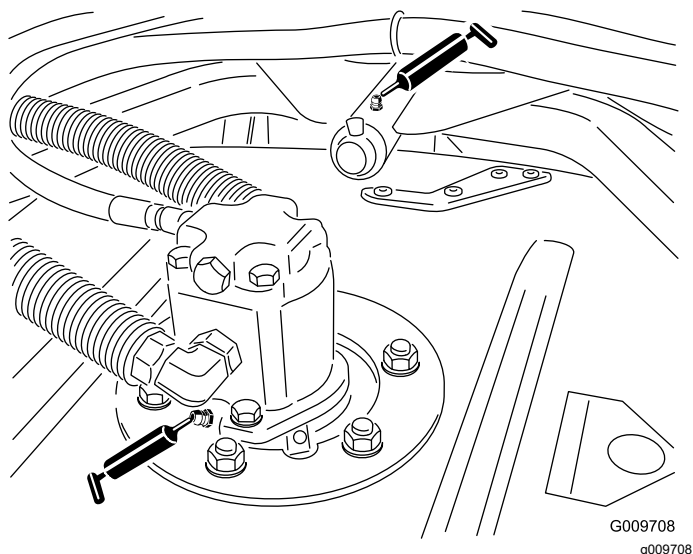

图 37
- 滚刀组锭轴轴承每个剪草机刀盘 2 个如图 37 所示
- 滚刀组承载臂轴套每个剪草机刀盘 1 个如图 37 所示